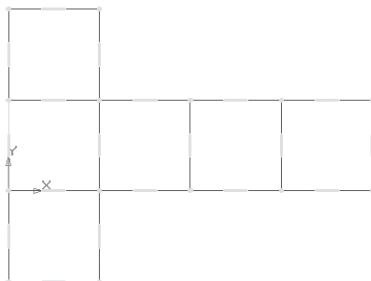

Рис. 368
- не прерывая команды, снова укажите базовую точку сдвига (начало координат) и вновь переместите фантом с последующей фиксацией. По такому алгоритму постройте шесть квадратов, т.е. четыре квадрата – боковая поверхность и два квадрата – основания (рис. 368);